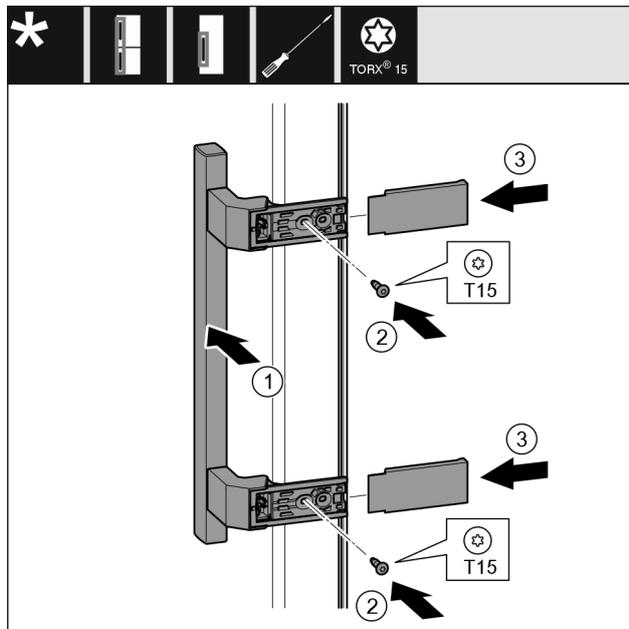

Fig. 25
- ▶ Applicare la maniglia Fig. 25 (1) sul lato opposto.
- ▶ Stringere le viti Fig. 25 (2) con un cacciavite.
- ▶ Applicare le coperture Fig. 25 (3) lateralmente e spingerle in sede.